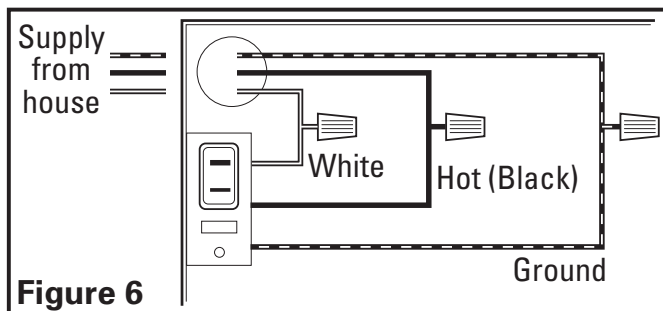

Figure 6
2. De là où vous avez accès à l'intérieur de la boîte de jonction du ventilateur, connecter le fil Blanc provenant de la résidence au fil Blanc du réceptacle du ventilateur. Connecter le fil Noir de l'interrupteur mural au fil Noir du réceptacle du ventilateur. Connecter le fil de mise à la terre provenant de la résidence au fil Vert du réceptacle du ventilateur (**Figure 6**). Utiliser des méthodes approuvées pour toutes les connexions.